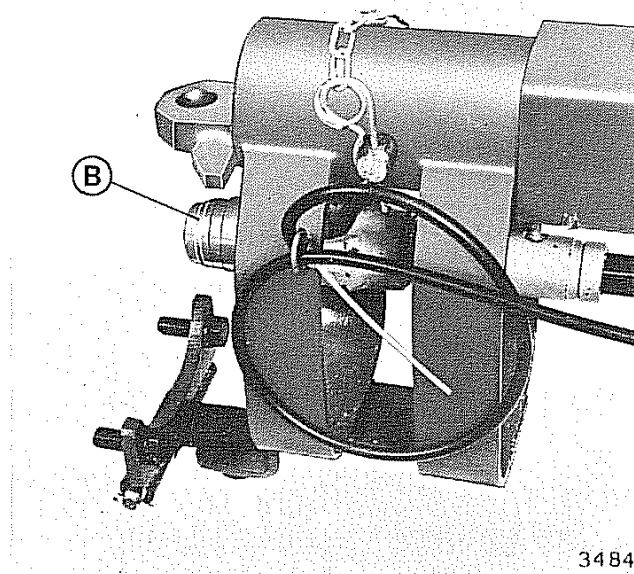

Fig. 2 - Applicazione rimorchio
Per poter innestare la trazione del rimorchio è indispensabile inserire il giunto cardanico **B** (fig. 2) nella presa di forza SINCRONIZZATA del motocoltivatore.
**N.B.** - Per permettere un esatto rapporto tra ruote della macchina e ruote del rimorchio motrice occorre che esse abbiano la stessa altezza. Questo perchè il differenziale del rimorchio è già predisposto per dare un lieve ritardo. Si rende noto che il rapporto fra giri delle ruote e giri della presa di forza anteriore del rimorchio in cui è inserito il giunto **B** (fig. 2) è di: 1 : 15,384.